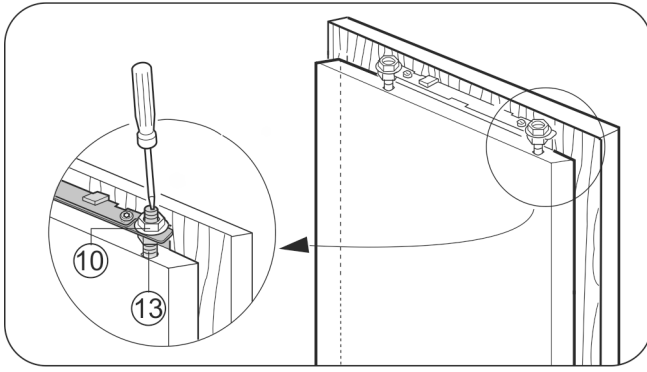

Fig. 22
- Kiristä vastamutterit Fig. 22 (10) 13 mm:n kuusiokoloavaimella pitäen säätöruuveja Fig. 22 (13) paikallaan ruuvi-meisselin avulla.